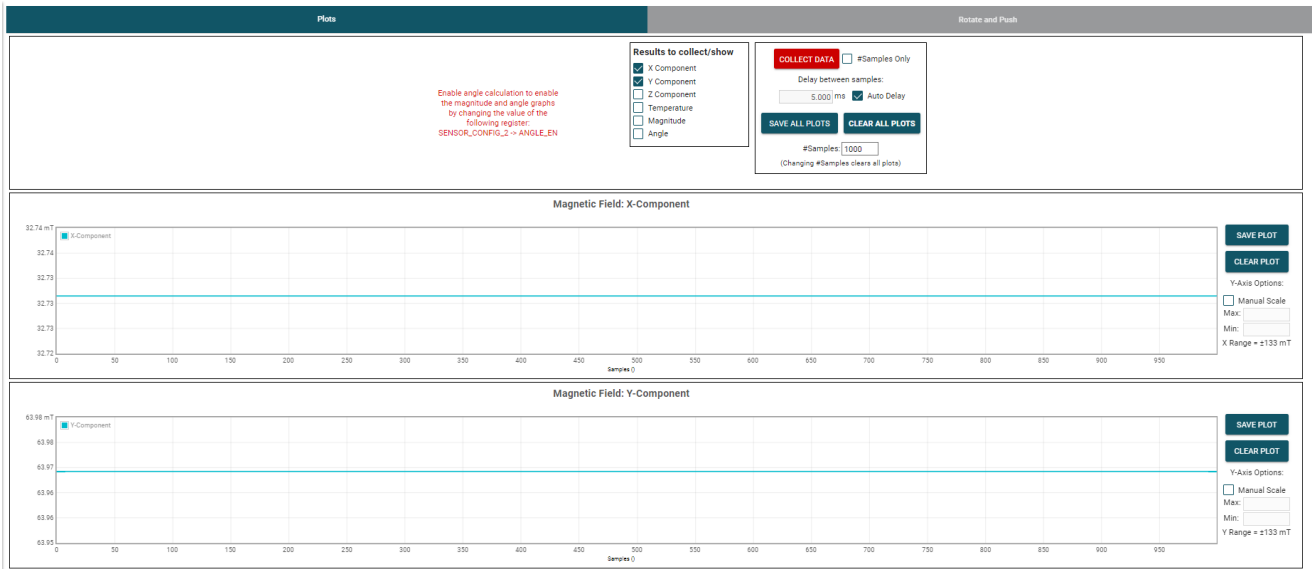

图 4-16. 使用控制手柄模块开始收集数据之前的 GUI
3. 转到 Results Data 页面中的 Plots 选项卡。确保在 Results to collect/show 框中至少选中了“X Component”和“Y Component”复选框，然后按下图 4-16 中显示的 COLLECT DATA 按钮。